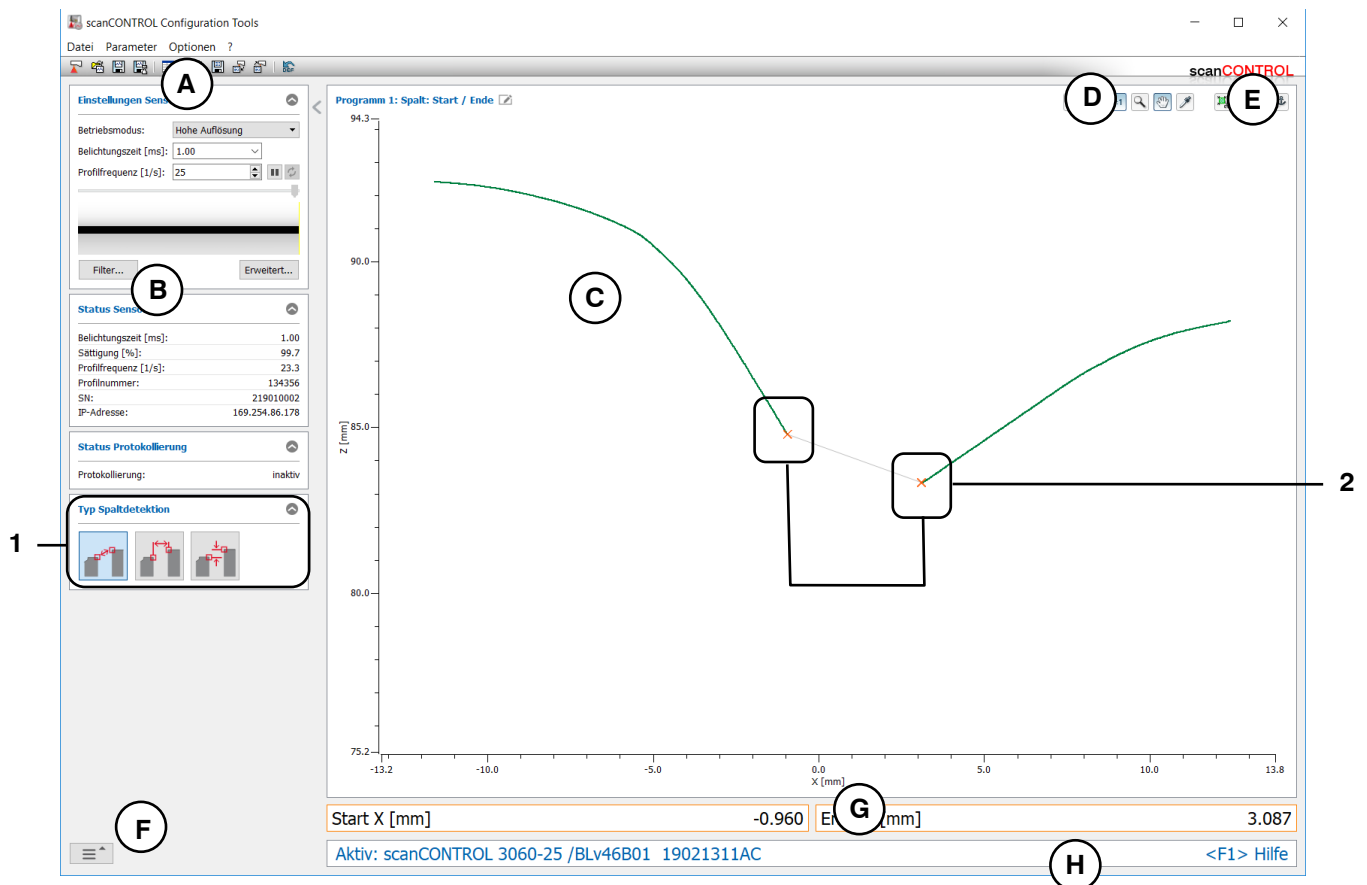

Abb. 4.37: Messprogramm „Spalt Start/Ende“
- Definieren Sie den Typ der Spaltdetektion (siehe Abb. 4.37):